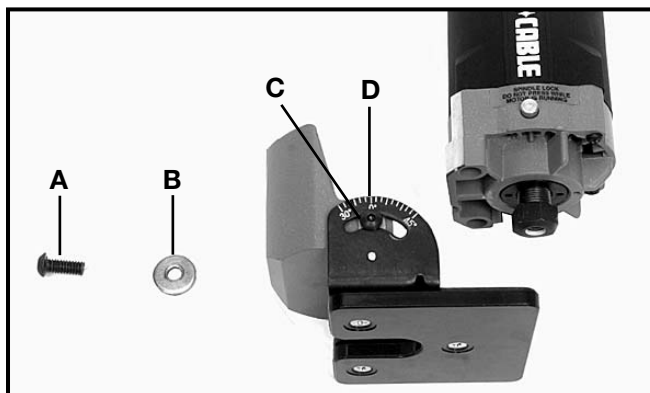

Fig. 6
L'affleureuse modèle 7319 est entièrement assemblée à l'usine. La base est assemblée au moteur modèle 7301 à l'aide de la vis de blocage de base (A) Fig. 6 ou déposée de celui-ci.
**REMARQUE :** La vis de blocage est pourvue d'une rondelle plate (B) Fig. 6.
1. Desserrez deux vis de blocage d'inclinaison (C) Fig. 6 (une de chaque côté de la base) à l'aide de la clé fournie.
2. Inclinez la base en alignant le repère (D) Fig. 6 sur l'angle désiré, et serrez fermement.